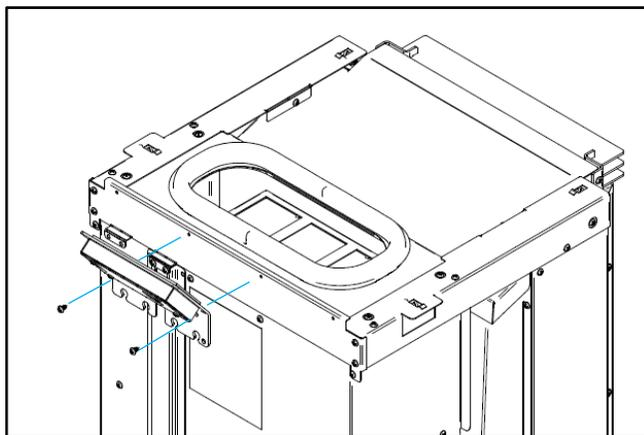

Figura 59 - Colocação do display
a) Colocar o display que se encontra dentro da cuba de pellets na parte posterior da máquina como demonstra a Figura 59. Para realizar esta tarefa é necessário desapertar ligeiramente os parafusos que se encontram na parte posterior. Ao apertar o display pode ser necessário realizar um ajustamento em termos de altura.